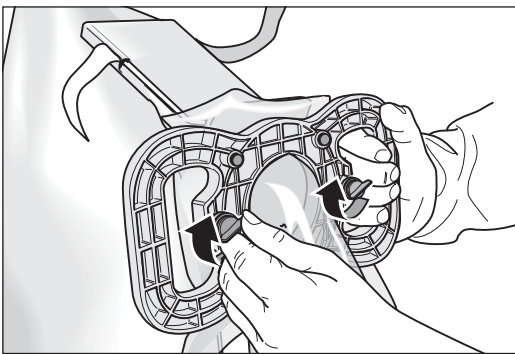

Abb. 27 Die Entleervorrichtung am Staubsack befestigen.
- 12 Befestigen Sie die Entleervorrichtung am Staubsack, indem Sie die beiden Schnellverschlüsse durch eine Vierteldrehung im Uhrzeigersinn schließen (Abb. 27).